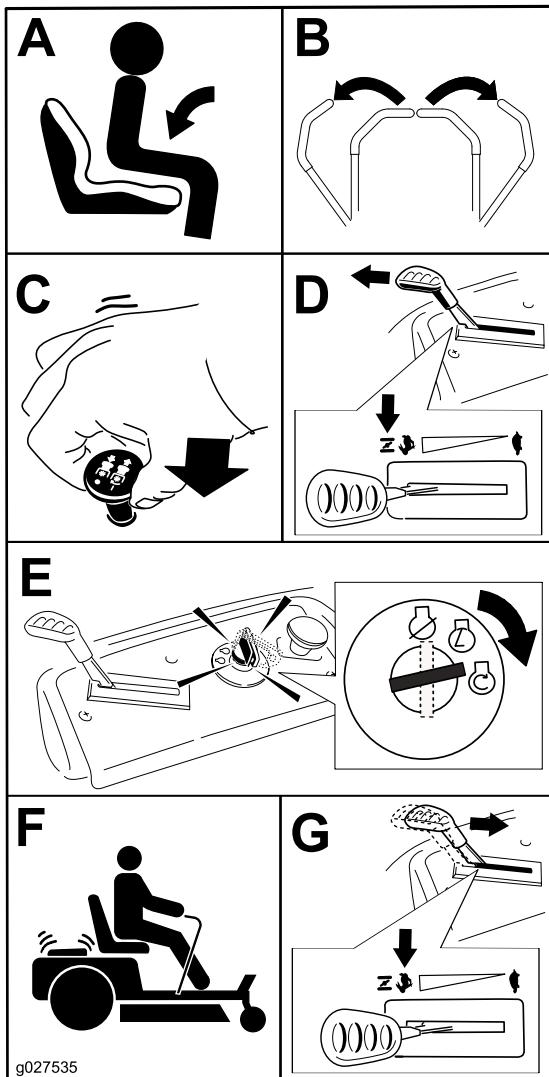

Figure 11
**Remarque:** Il peut être nécessaire de maintenir le levier contre la butée, en position starter, tout en essayant de démarrer le moteur (Figure 11).